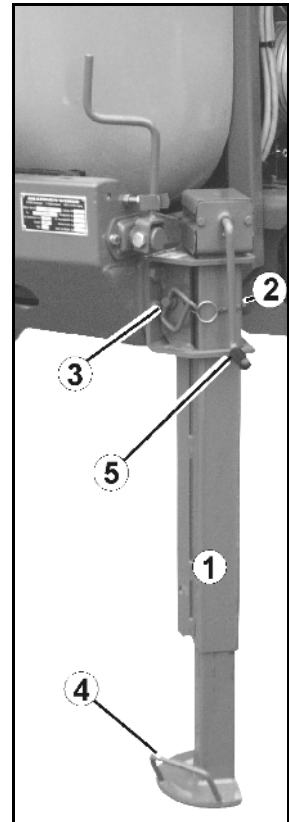

Fig. 43
Stützfuß mit Kurbel (Fig. 43/1):
1. Klappstecker (Fig. 43/2) lösen.
2. Bolzen (Fig. 43/3) herausziehen.
3. Stützfuß mittels Griff (Fig. 43/4) anheben / absenken.
5. Mit der Handkurbel (Fig. 43/5) den Stützfuß